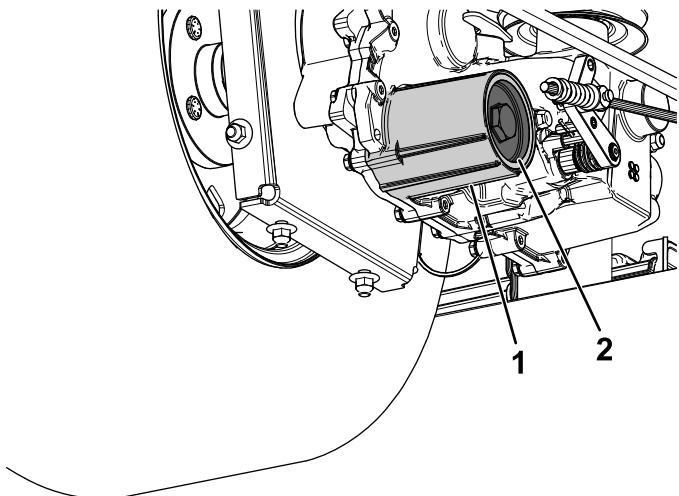

Figura 82
- Retire la tapa del filtro de fluido hidráulico del transeje para vaciar el fluido (Figura 82).